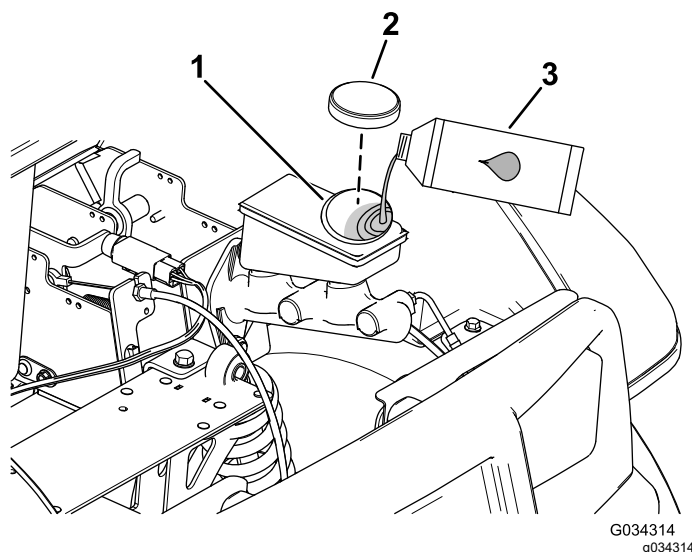

Figura 57
2. Sollevate il cofano per avere accesso al cilindro del freno principale e al serbatoio (Figura 57).
- A. Pulite l'area intorno al tappo del serbatoio e togliete il tappo (Figura 57).
- C. Montate il tappo sul serbatoio (Figura 57).